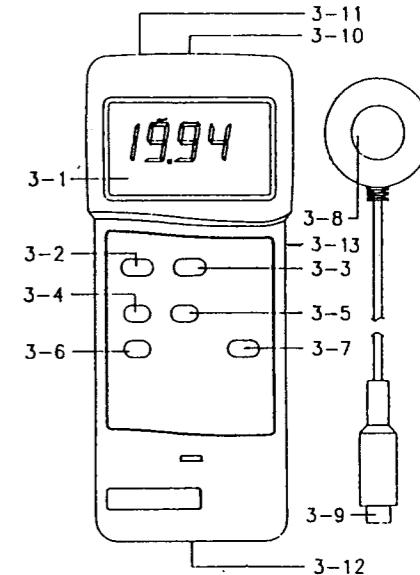

図1
- 「電源ON/OFFスイッチ(図1, 3-2)」を押してONにして下さい。
- 「レンジスイッチ(図1, 3-7)」を押して最大レンジを選択して下さい。
①「UVセンサー(図1, 3-8)」を手のひらで覆って「UVセンサー」への光の侵入を遮断して下さい。
②「ゼロ調整ボタン(図1, 3-6)」を押します。表示部の値は0になります。
③「UVセンサー」から手を外します。
測定中「データホールドスイッチ(図1, 3-3)」を押すと表示値がホールドされ表示部に「D. H」マークが点灯します。データホールド機能を解除するには「データホールドスイッチ」を再度押して下さい。
データ記録機能では、測定した最大値・最小値を表示します。「メモリー RECORD(記録)スイッチ(図1, 3-4)」を押すと「REC」マークが表示部に点灯し、データ記録機能になります。
- 「メモリー RECALL(呼出)スイッチ(図1, 3-5)」を1回押すと「MAX」マークと記録された最大値が表示部に点灯します。
(1) 本器はオートパワーオフ機能付きで、電池消耗を防ぎます。最終操作後約10分で自動的に電源がオフされます。オートパワーオフ機能を解除するには「メモリー RECORD(記録)スイッチ」を押して下さい。
(2) 表示部のコントラスト調整ができます。「LCD コントラスト調整(図1, 3-13)」で見やすいコントラストに調整して下さい。
3.5mmφの「RS232用端子(図1, 3-11)」により RS232データ出力ができます。コネクター出力は16桁シリアルデータ出力です。
- (1) 電池電圧が6.5V-7.5V以下になると、表示部左側に「LBT」マークが点灯します。電池交換をして下さい。電池電圧低下表示がされてから本器が正常に作動しなくなるまでの数時間は、仕様内での測定ができる場合もあります。
- (2) 本体裏面の「電池カバー(図1,3-12)」を取り外し、電池を取り出します。
- (3) 新しい電池(006P 9V)と交換し、電池カバーをもとに戻します。
- (4) 電池カバーがしっかりと閉まっているか確認して下さい。